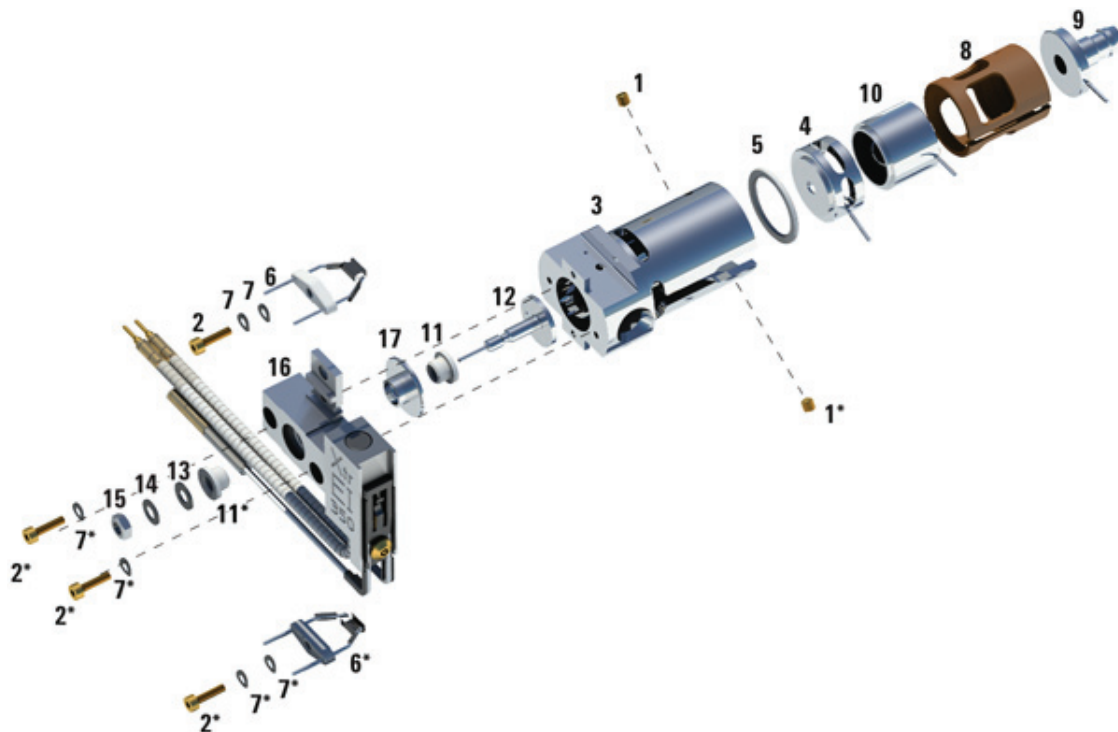

図 65. EI XTR イオン源の組み立て
以下の手順を行う際には、**図 65** の部品分解図および 198 ページの**表 26** の EI XTR 部品リストを参照してください。
- 3 エントランスレンズとイオンフォーカスレンズを 197 ページの**図 65** に示す順でインシュレータに差し込みます。
表 26 EI XTR イオン源の部品リスト (図 65)